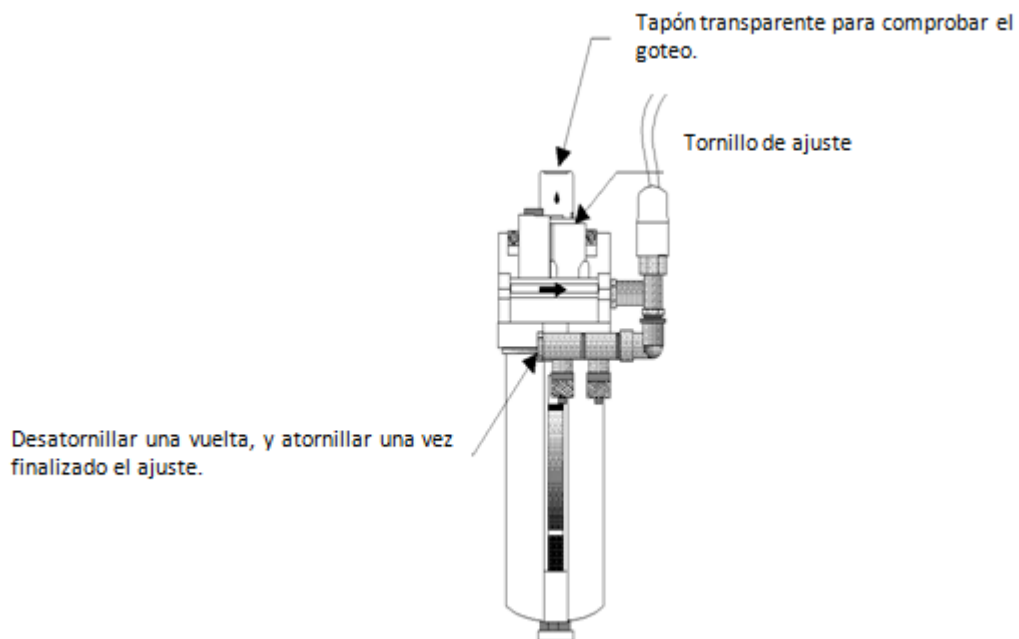

Figura. 8
AUTOEQUIP IBERICA SA recomienda ajustar el lubricador de modo que se añada una gota de aceite al circuito de aire cada 5 minutos. Para ello, antes de actuar sobre el tornillo (5), se debe desatornillar la rosca indicada en el esquema (dibujo. 8), y volver a apretarla inmediatamente después del ajuste. El goteo de aceite puede comprobarse a través de la cápsula (Figura. 8).